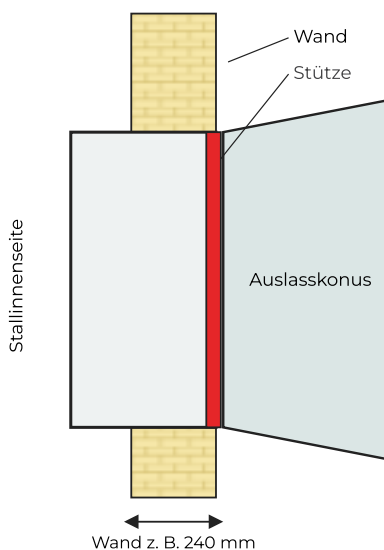

Abb. 2: Einbausituation (Schnitt)
- Flügelrad und Motor sind an einer senkrechten Stütze befestigt. Damit sich die Stütze nicht nach unten verformt und die Flügel schleifen, muss der Ventilator so eingebaut werden, dass die Stütze **innerhalb der Wandöffnung** liegt (Abb. 2).